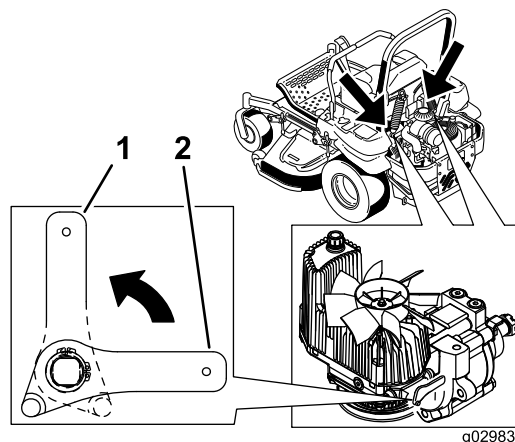

Figure 40
2. Tournez les leviers des vannes de déblocage en position verticale pour pousser la machine. Cela permet à l'huile hydraulique de contourner la pompe et aux roues de tourner (Figure 40).
4. Tournez les leviers des vannes de déblocage en position horizontale pour utiliser la machine (Figure 40).